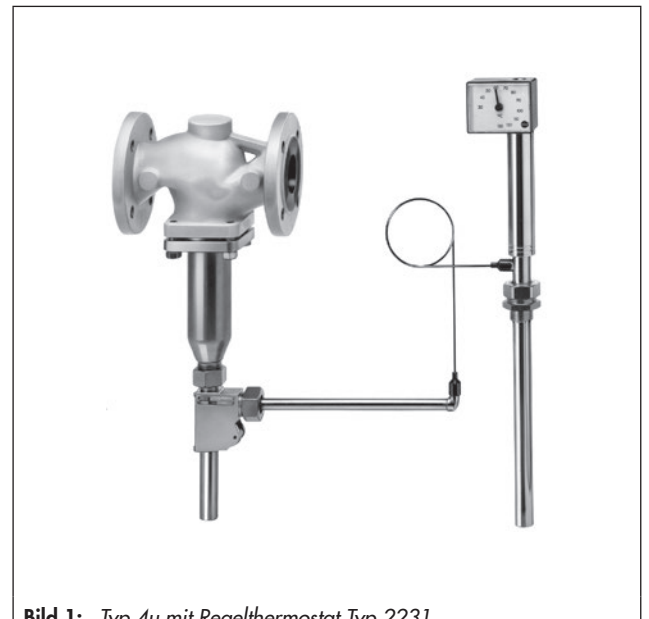

Bild 1: Typ 4u mit Regelthermostat Typ 2231
- **Typ 2422/2231** (Bild 1) · mit Ventil Typ 2422 und Regelthermostat Typ 2231 für Flüssigkeiten · Sollwerteinstellung am Sensor · Sollwerte von -10 bis $+150$ °C